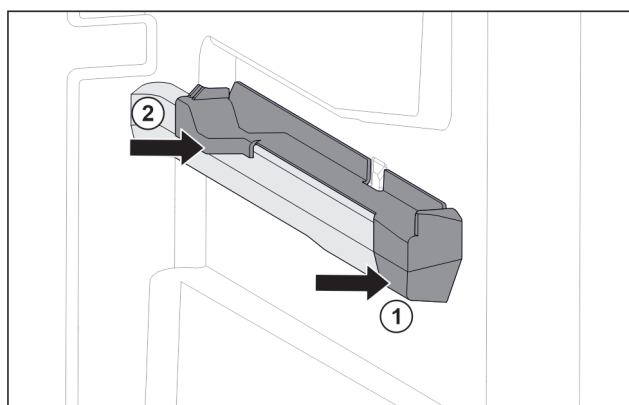

Fig. 86 Nasazovací díl na pravém žebrování na nádobu
- Nasadte nasazovací díl na žebrování na nádobu. Fig. 86 (1)
- Přitlačte nasazovací díl k zadní části. Fig. 86 (2)